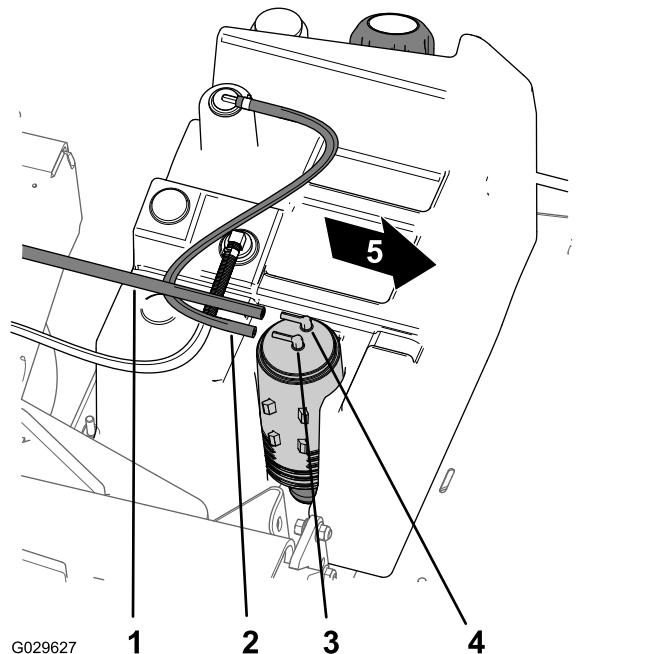

Bild 46
2. Schließen Sie den Kraftstofftankschlauch vom Anschlussstück am Aktivkohlefilter ab, das mit „Fuel Tank“ markiert ist (Bild 46).
1. Schließen Sie den Saugschlauch vom Anschlussstück am Aktivkohlefilter ab, das mit „Purge“ markiert ist (Bild 46).
8. Befestigen Sie den Saugschlauch am Anschlussstück am Aktivkohlefilter, das mit „Purge“ markiert ist, und den Kraftstofftankschlauch am Anschlussstück, das mit „Fuel Tank“ markiert ist (Bild 46).